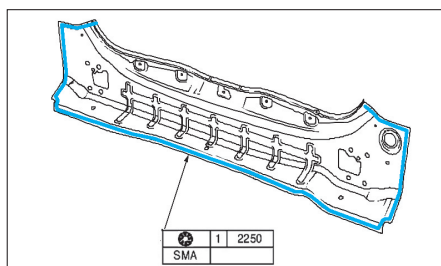

FIG. 111
- Encoller le panneau arrière extérieur (fig. 111).